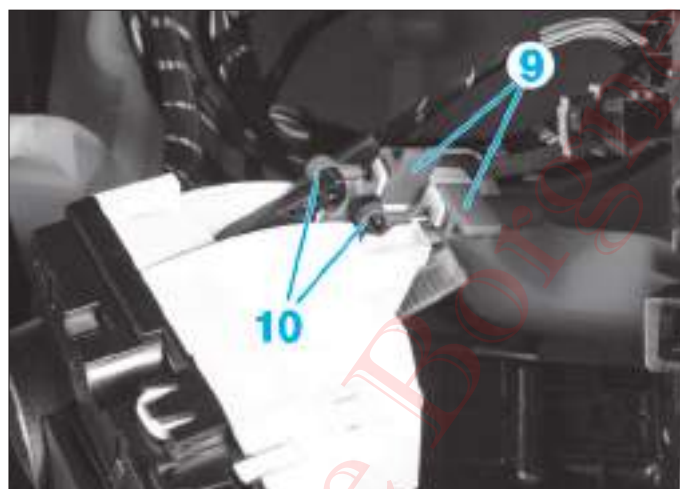

FIG. 31
- Agir sur les verrous (7) et dégager le panneau de commande (8) vers l'avant, la faire pivoter puis l'extraire par le bas.
- **Véhicule avec climatisation semi-automatique (Thermatic)**, déverrouiller les agrafes de maintien (9) et extraire les câbles des rotules (10) (Fig.31).